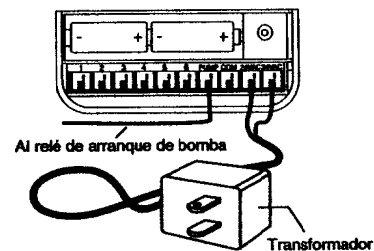

Ilustración 19: Conexión de arranque de bomba y transformador
- ◆ Conecte el transformador [Vea la ilustración 19].